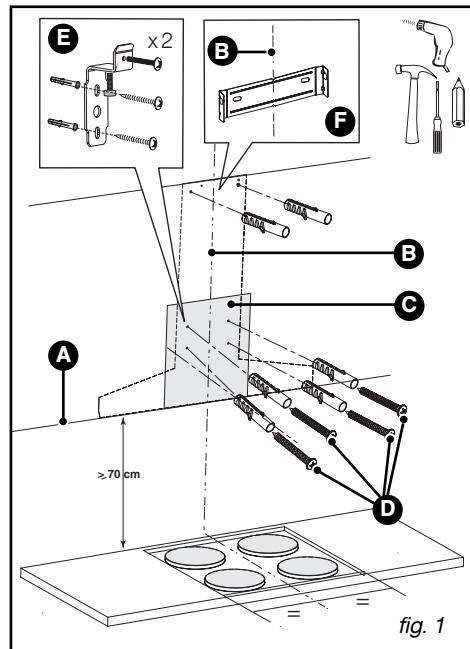

fig. 1
- Tracez un trait horizontal à 70 cm minimum du plan de cuisson (A/fig.1).
- Tracez un trait vertical (B/fig.1) sur le mur, centré par rapport au plan de cuisson et allant du plafond jusqu'en limite du trait horizontal précédent (A).
- Placez le gabarit C (fig. 1) sur le mur en superposant le trait représentant l'axe de la hotte sur le trait vertical B (fig.1) tracé précédemment.
- Placez le support cheminée F (fig. 1) en appui sur le plafond et positionnez les encoches sur l'axe B.
– Fixez contre le mur, en appui sur le plafond, le support de cheminée métallique avec les deux vis (fig. 1).